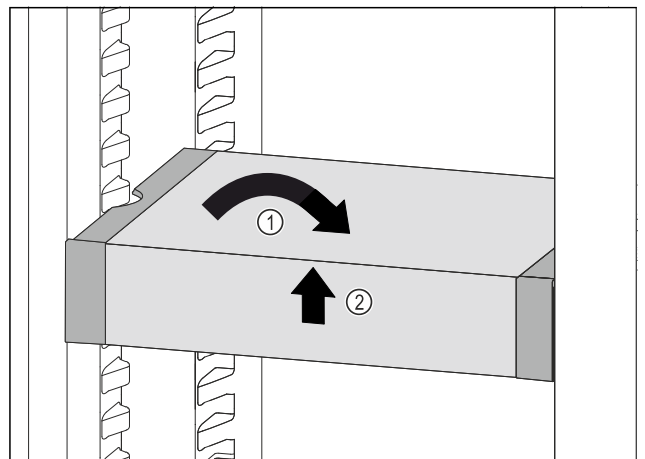

Fig. 124
- ▶ Coloque el VarioSafe en posición recta. Fig. 124 (1)
- ▶ Levante el VarioSafe por delante. Fig. 124 (2)